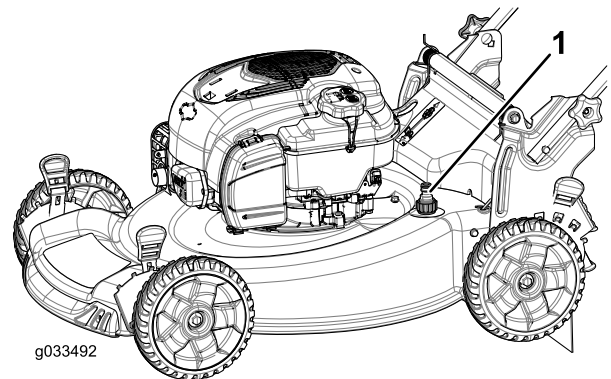

Figure 24
5. Branchez un tuyau d'arrosage, relié à une arrivée d'eau, au raccord de lavage (Figure 24).